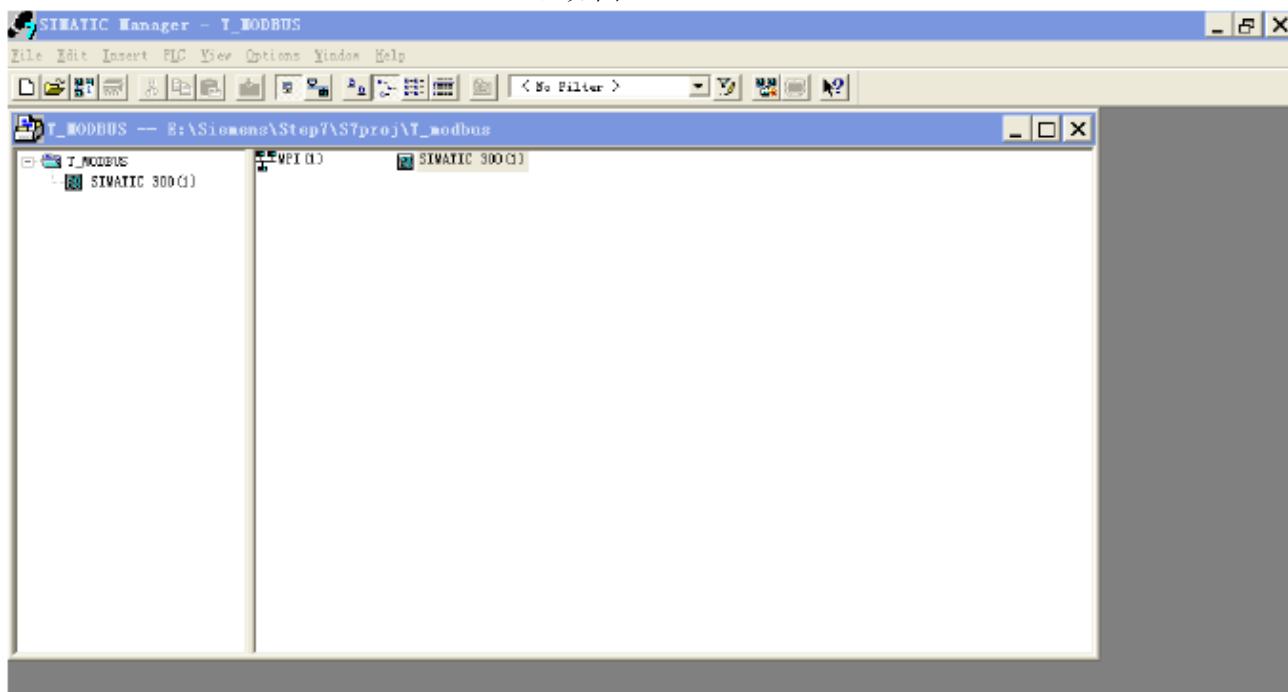

图 3
3. Insert->Station->SIMATIC 300 Station., 如图 3: